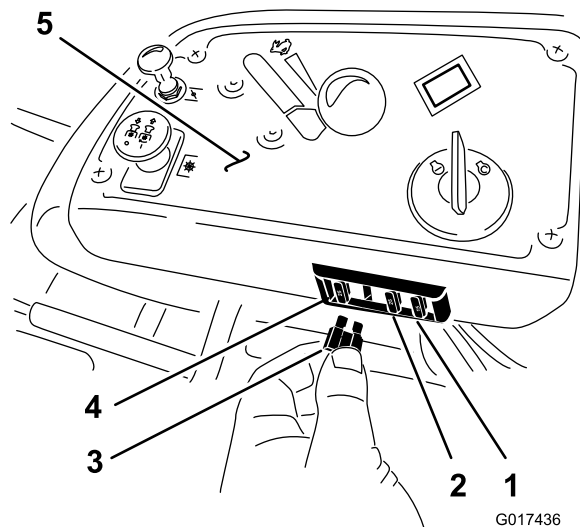

Figura 48
3. Montate un fusibile nuovo (Figura 48).
1. I fusibili sono posizionati sulla consolle destra vicino al sedile (Figura 48).